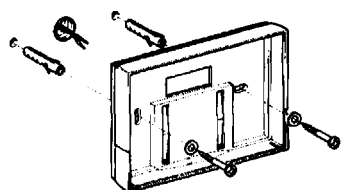

Fig. 4
2. Установить пульт дистанционного управления, прикрепив заднюю крышку через специальные отверстия в ней прямо к стенке (рис. 4) или коробке (рис. 5) с использованием специальных винтов (прилагаются).